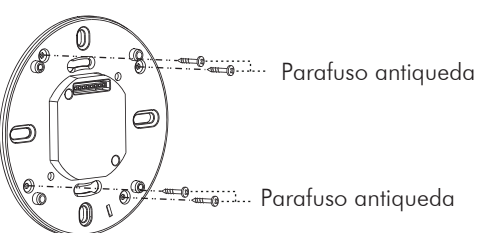

Figura 15
- 3.4.3.4 Insira 4 parafusos antiqueda nos orifícios correspondentes da placa de fixação do detector. Os parafusos não vão cair e, por isso, as instalações subsequentes serão mais convenientes (Veja a figura 15).